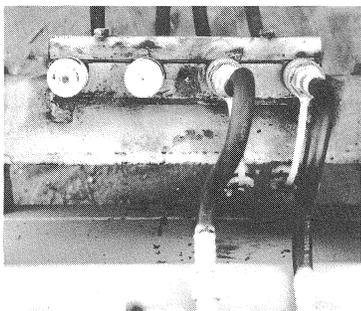

fig. 25
- (5) Raccorder les tuyaux souples de la pelle aux accouplements rapides du bras (fig. 25). Faire attention aux marquages colorés.